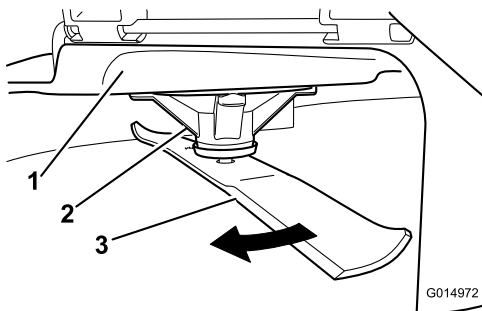

Рисунок 71
2. Одягаючи рукавички з товстими підкладками або інший належний засіб захисту рук, повільно поверніть ніж в положення, яке дозволяє вимірювати відстань між ріжучою кромкою та рівною поверхнею, на якій знаходиться пристрій (**Рисунок 71**).